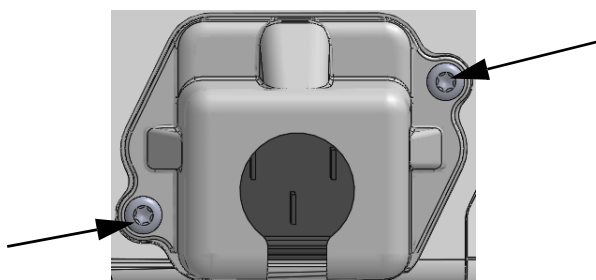

图 3-5 HemoSphere 高级监护仪电源接入盖 - 螺钉位置
- 1 如果电源接入盖已安装，移除将电源接入盖固定至监护仪后面板上的两颗螺钉（图 3-5）。